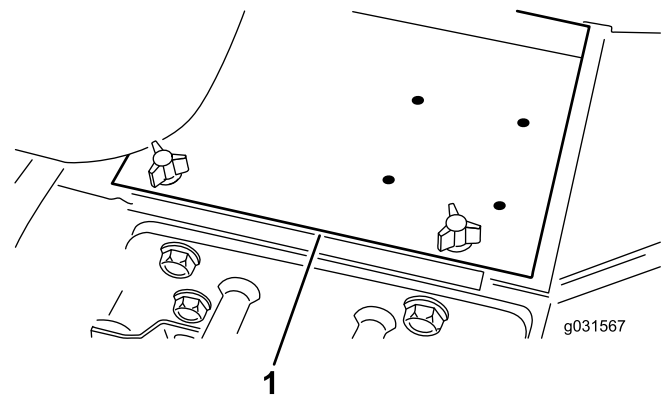

Bild 3
1. Entfernen Sie die Batterieabdeckung (Bild 3).